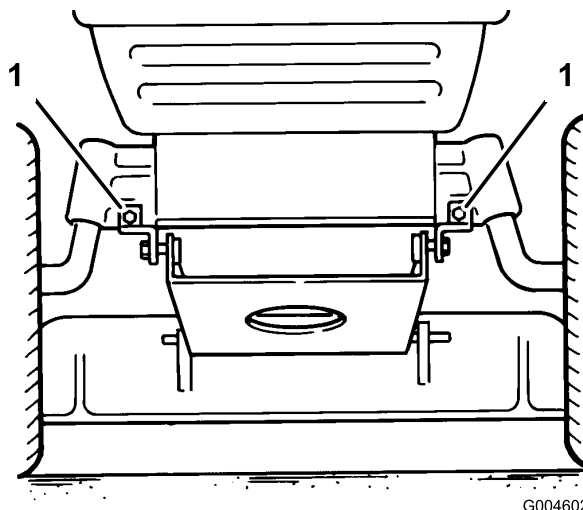

Figura 41
14. Abbassate le due staffe di fissaggio orientabili del tosaerba dal ponte anteriore (Figura 41).
11. Montate le staffe di fissaggio orientabili del tosaerba sul ponte anteriore con bulloni e dadi di bloccaggio (Figura 41).